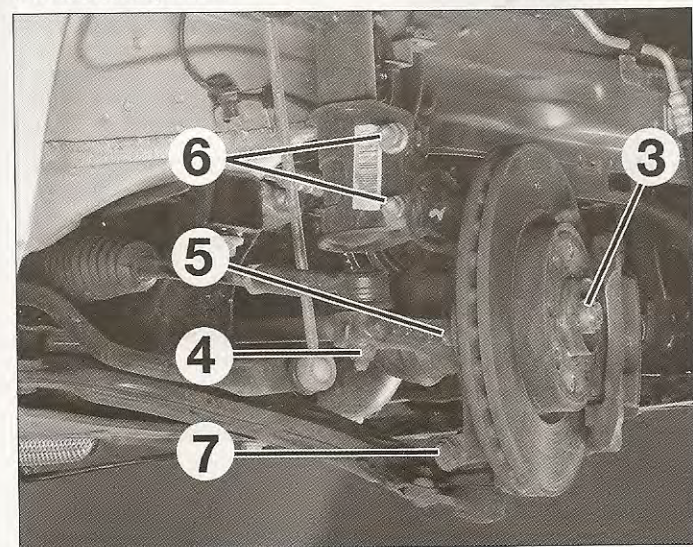
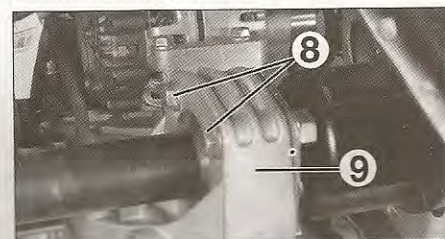

FIG. 2
FIG. 4
- Desbloquear la tuerca de transmisión (3) (fig. 2).
- Aflojar la tuerca (4) de la rótula de dirección.
- Extraer la rótula de dirección de la mangueta (5).
- Desmontar los tornillos de fijación inferior (6) del elemento de suspensión.
- Desmontar los tornillos de fijación inferiores (6) del elemento de suspensión.
- Desmontar el perno (7) de fijación del triángulo de suspensión en la mangueta.
- Desmontar los 2 tornillos (8) de fijación del apoyo intermedio (9) (fig. 4).